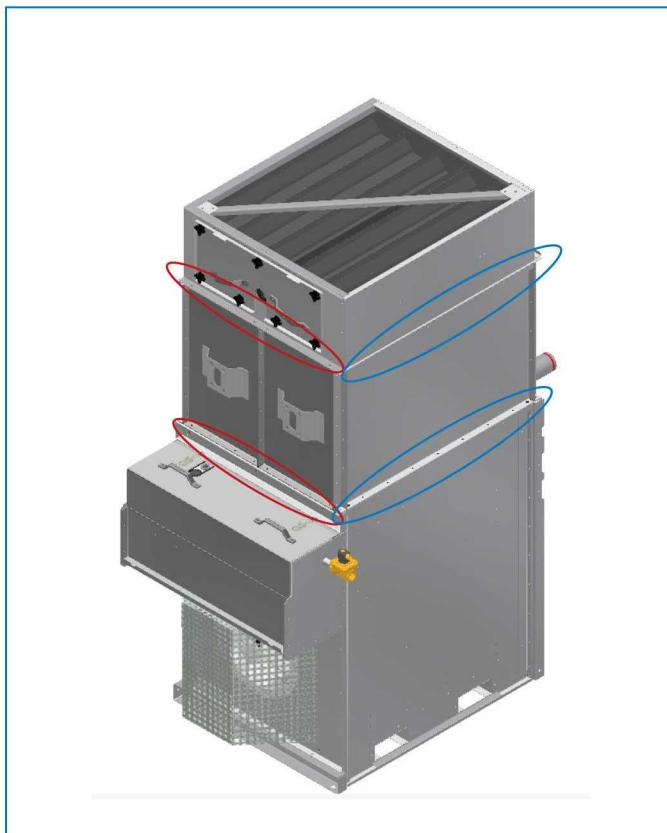

Рис. 7. Тип крепления для сборки оросительной секции
2. Снимите панель доступа с оросительного отсека, сохранив крепежные изделия, затем аккуратно извлеките улавливатели через отверстие. Обратите внимание на ориентацию и расположение каждого улавливателя. Улавливатели необходимо вернуть на место после установки трубопровода орошения. См. рисунок 7.
3. Разместите уплотнительную ленту в верхней части секции технологии теплопередачи hCore®. Уплотнительная лента должна быть уложена внахлест на 25 мм по углам. После этого оросительную секцию можно поднять и подсоединить со всех четырех сторон к нижней секции, используя крепежные изделия, предоставленные заводом, см. рисунок 3. Обратите внимание, что тип крепления зависит от местоположения и конструкционных материалов изделия. См. рисунок 7 и таблицу 3.